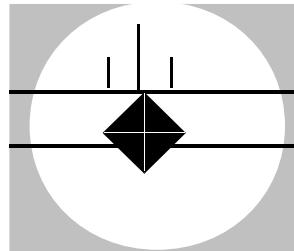

Figure 5-11 Bewegung der unteren dünnen Linie zur unteren Spitze
8. Drehen Sie das Okular um 90° im Uhrzeigersinn. Betrachten Sie das Bild durch das Okular. Die dünnen Linien sind nun horizontal gegenüber der zweiten Diagonalen. (Siehe Abbildung 5-11).
Drehen Sie die kleine Verstellschraube des Messmikroskop um die obere Linie nach oben Richtung der Spitze des Eindrucks zu bewegen, wie Abbildung 5-11 zeigt. Dieser Vorgang wird beide Linien gleichzeitig bewegen.